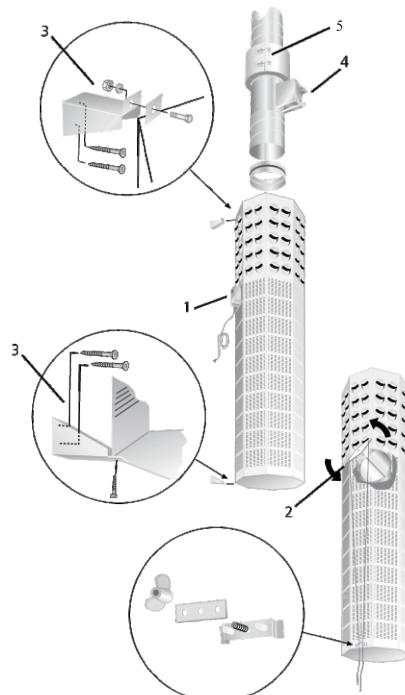

Рис. 1. Монтаж.
ВН-МАТ предназначен для помещений с высокими потолками, таких как крупные магазины, промышленные предприятия, спортивные залы и т.п. Он имеет форму восьмигранной призмы. Верхняя секция терминала оснащена нашими уникальными аэродинамическими дисками, нижняя - имеет перфорированную съемную переднюю панель, внутри которой расположен лист с аддитивной распределительной системой. Дисковая и перфорированная секции разделены заслонкой, управляемой вручную (2), см. рис.1. ВН-МАТ монтируется у стены или колонны с помощью кронштейнов, поставляемых вместе с терминалом.
Кронштейны (3), монтируемые к стене, а затем к ВН-МАТ, входят в комплект поставки. См. рис. 1.
Сначала они прокрепляются к стене, а затем к устройству ВН-МАТ, исполнение См. рис. 1.